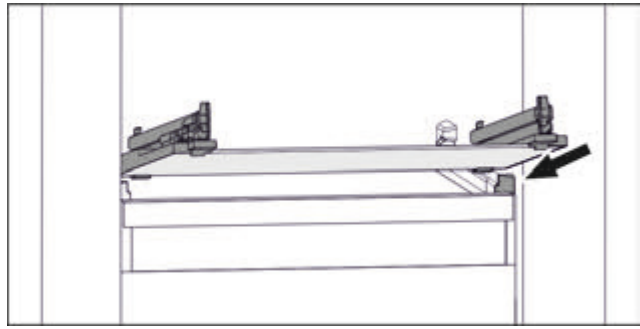

Fig. 79 Приблизне відображення скляної пластини
- ▶ Встановити скляну пластину за стопорами навкосою. (див. Fig. 79)